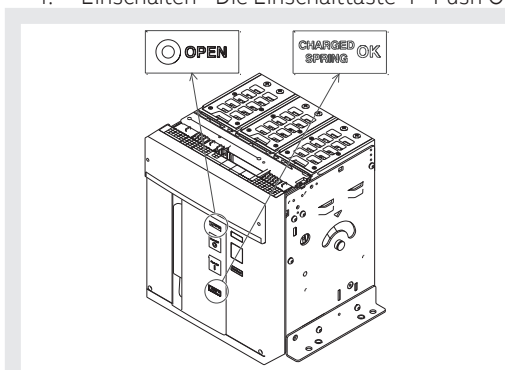

Abbildung 27
3. Sicherstellen, dass der Leistungsschalter ausgeschaltet ist (Anzeige aus/ein "O - OPEN"), und prüfen, dass die Federn gespannt sind (Federnanzeige "weiß - CHARGED SPRING") wie angezeigt in Abbildung 27.